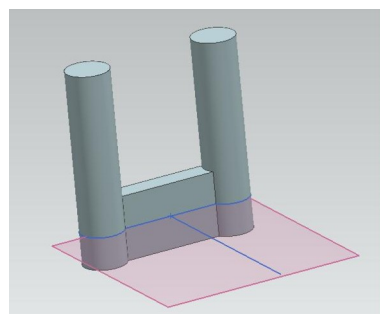

Рис.62
- Рассмотрим пример на рис.62: *некое тело пересекает вспомогательная плоскость, и образует при этом линию пересечения (синий цвет).*